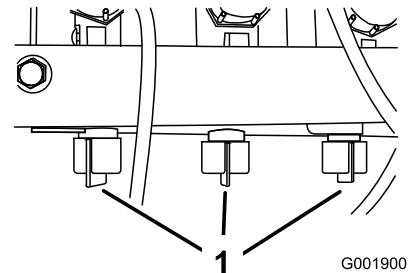

図 42
12. OFF にしたブームのバルブの下についているバイパス・バルブ（図 42）を使って、上記手順9で設定した水圧と同じ水圧に調整する。